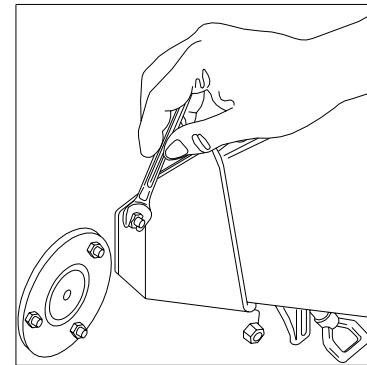

Fig. 13
- Oter la trémie latérale après avoir dévisser les 3 écrous comme indiqué fig. 13 .
- Oter la trémie latérale après avoir dévissé les 3 écrous (fig. 13) .